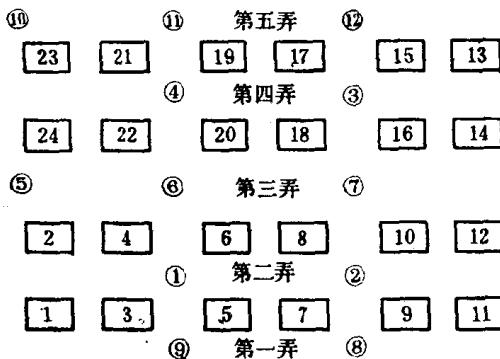

图 2
1. 目光运用 巡回中应经常照顾所看管机台的运转情况，以便适当安排每个巡回中的各项工作，有计划地主动掌握机器。目光运用的范围如下（见图 2）：